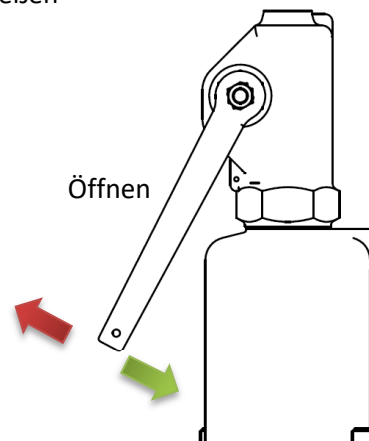

Abbildung 3
Das Sicherheitsventil dient zur Sicherung von Druckanlagen und –installationen vor übermäßigem Anstieg des Druckes über den zulässigen Grenzwert hinaus. Wenn die vom Druck stammende und auf den Kegel einwirkende Kraft sich mit dem Gewicht der Arbeitselemente ausgleicht, beginnt das Ventil zu öffnen. Ein weiterer Anstieg des für die jeweilige Ventilkonstruktion vorgegebenen Druckwertes führt zum vollständigen Öffnen des Ventils, welches von der Hubglocke unterstützt wird (Pos. 4 in Abbildung 3).
Die Funktion des Sicherheitsventils wird überprüft, indem es mit Hilfe des Hebels durchblasen wird. Dazu muss der Hebel in die in Abbildung 3 gezeigte Richtung betätigt werden. Die Betätigung des Hebels führt zur Entspannung der Druckkraft des Gewichts, womit eine minimale Erhebung des Kegels und ein Durchfluss des Mediums möglich sind.
1. Entfernen Sie die Plombe zwischen der Anlüftkappe-Baugruppe (19) und der Haube (7).
2. Heben Sie den Griff bis zum Anschlag in Richtung „Schließen“ (siehe Abbildung 3).
3. Schrauben Sie die Baugruppe der Anlüftkappe (19) ab.
4. Lösen Sie die Kontermutter (18).
5. Schrauben Sie die Feststellschraube (17) heraus.
6. Die Muttern (14), mit denen die Haube (7) mit dem Gehäuse (1) verbunden ist, abdrehen. Bei isometrischen Doppelkopfschrauben (13) sind die Muttern (14) gleichmäßig abwechselnd zu lösen. Im Falle von Doppelkopfschrauben (13) mit zwei verschiedenen langen Gewinden sollen zuerst die Muttern (14) an den kürzeren Schraubenenden und anschließend an den längeren Schraubenenden gleichmäßig abwechselnd abgedreht werden.
7. Die Haube (7) abnehmen, wobei die Platzierung des Schraubenlochs in der Haube mit der ihm entsprechenden Doppelkopfschraube zu markieren ist.
8. Die Dichtung (23) zwischen dem Gehäuse (1) und der Anlüftkappe (7) gegen eine neue austauschen.
9. Die Haube (7) auf die Doppelkopfschrauben (13) aufsetzen.
10. Die Muttern (14) zur Befestigung des Gehäuses (1) mit der Haube (7) anziehen. Bei isometrischen Doppelkopfschrauben (13) sind die Muttern (14) gleichmäßig abwechselnd festzuziehen. Im Falle von Doppelkopfschrauben (13) mit zwei verschiedenen langen Gewinden sollen zuerst die Muttern (14) an den längeren Schraubenenden gleichmäßig und abwechselnd und anschließend an den kürzeren Schraubenenden festgezogen werden.
11. Die Feststellschraube (17) zuziehen.
12. Die Kontermutter (18) kontrollieren.